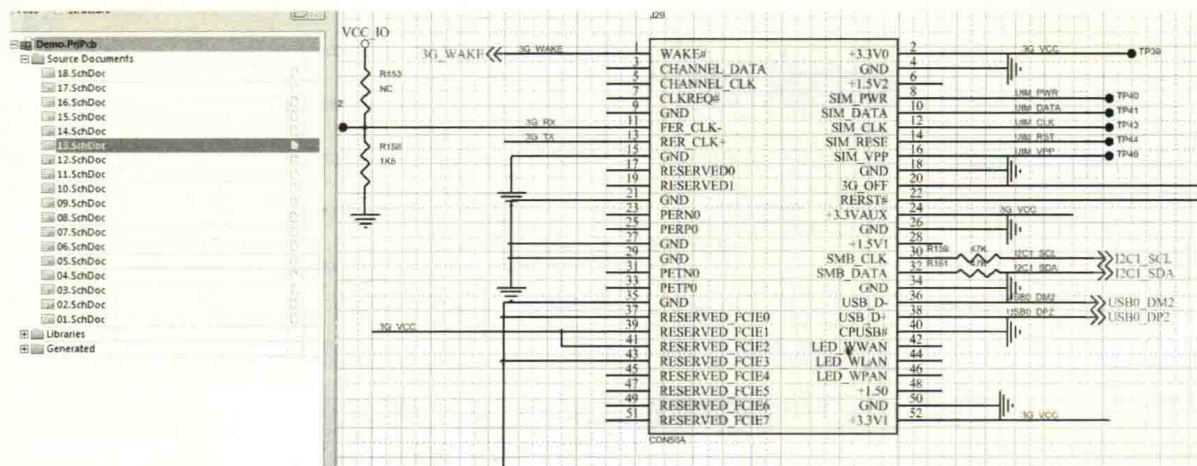

图 11-65 转换后的 Altium Designer 原理图
(5) 转换后的 Altium Designer 原理图如图 11-65 所示。同样，转换存在不可预知的错误，转换完成后的原理图仅供参考，如果要使用，则须检查及确认。对电阻、电容的封装型号按照 BOM 表核对一遍，有时候 OrCAD 中有可选封装类型时，转换过来的封装型号可能会变。